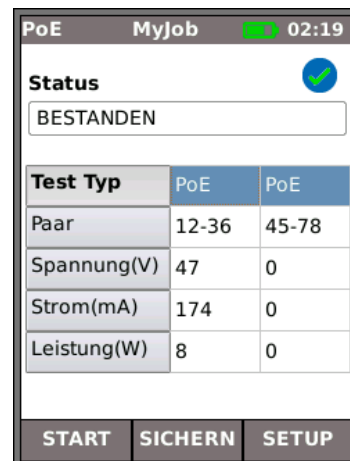

Abb. 42
Ist das Display-Handgerät mit einem Port verbunden, stellt es automatisch die PoE-Spannung fest (sofern vorhanden). Außerdem wird bei Durchführung eines PoE-Tests eine ohmsche Last angelegt und die am angeschlossenen Port verfügbare Leistung gemessen. Das SignalTEK II identifiziert die stromführenden Paare und zeigt Spannung(V), Strom(mA) und Leistung(W) an. Der Ergebnisbildschirm des PoE-Tests (Abb. 42) zeigt, dass Paare eins und zwei sowie drei und sechs 11 Watt führen. Der getestete Port kann Geräte versorgen, die bis zu 11 Watt benötigen.